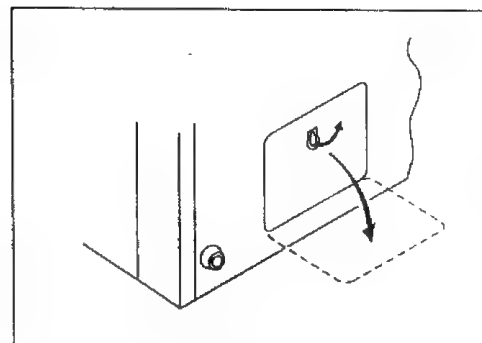

Fig. 62
4. Open the lamp cartridge access door (Fig. 62).